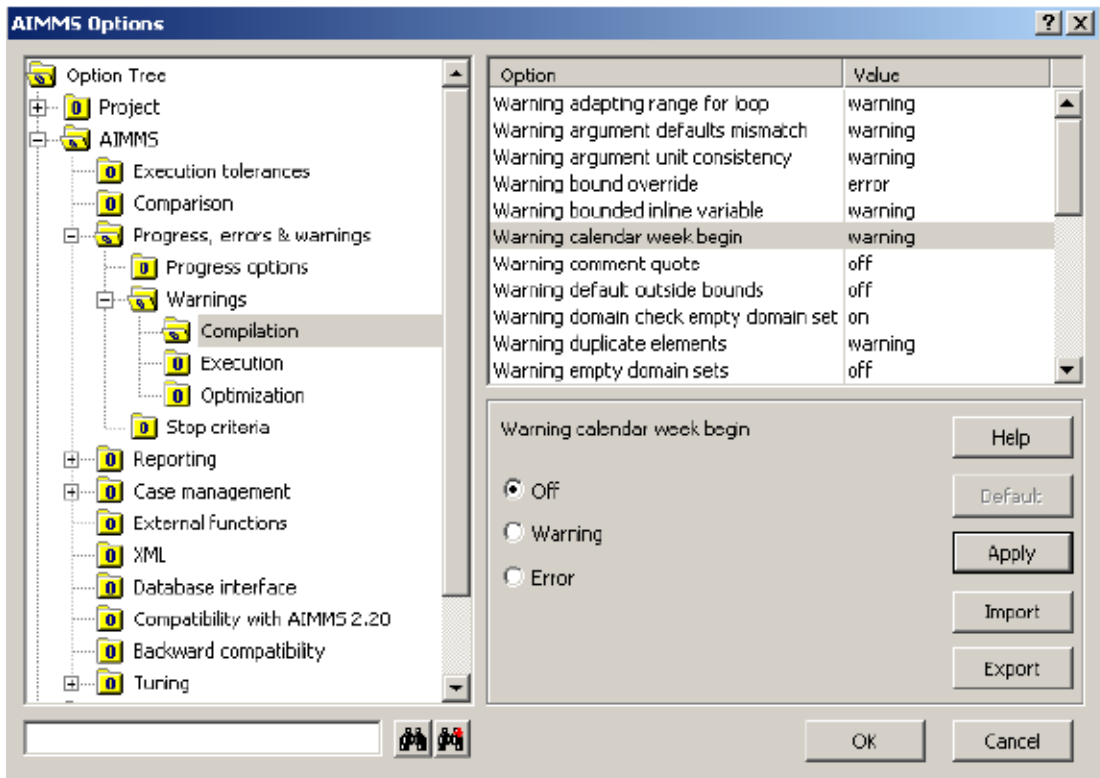

图 6.22: ‘AIMMS Options’ 对话框
- 在选项树中选择文件夹 ‘AIMMS - Progress, errors & warnings - Warnings - Compilation’（如图 6.22 所示）